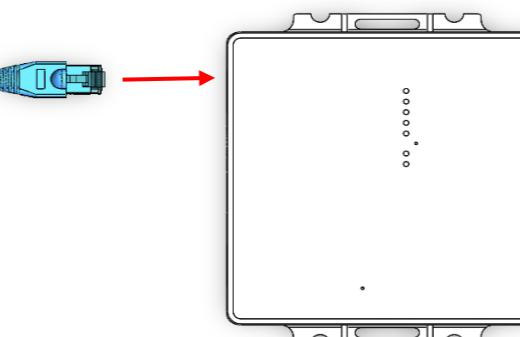

图3
- 4、线缆终止端与NEXUS中的LINK II相连接按图3所示，找到对应接口直接按压入内；